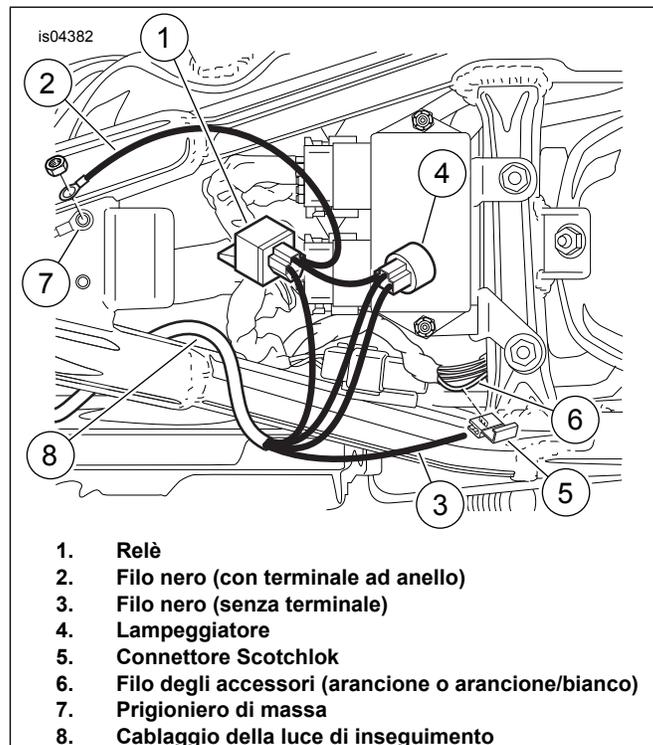
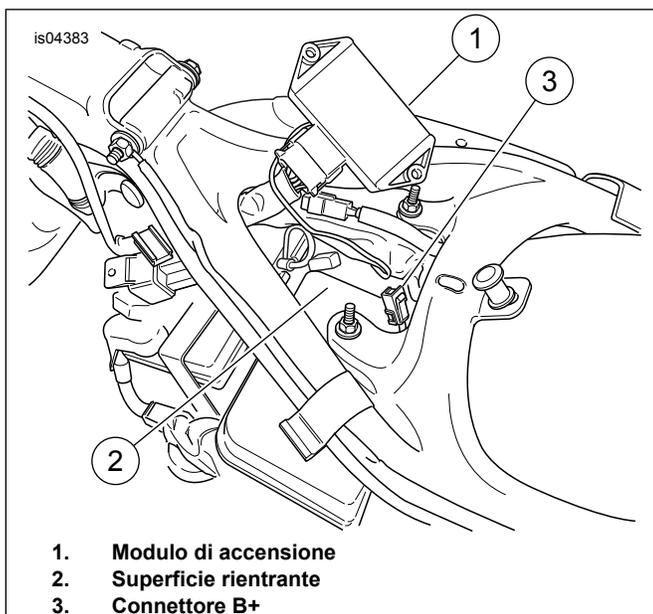
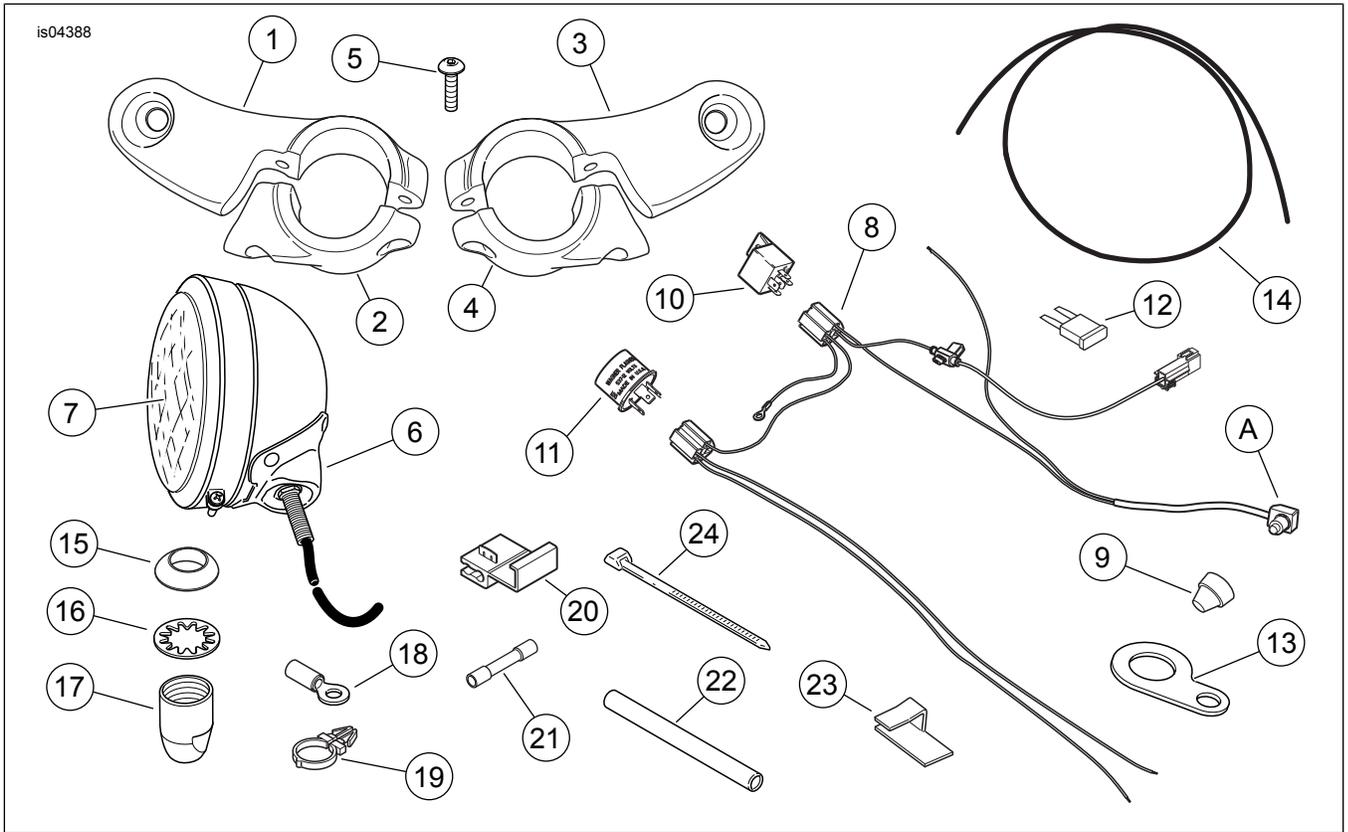

Figura 4. Installazione cablaggio (modelli 2003 e anni precedenti).
Figura 5. Installazione del cablaggio (modelli 2004 ed anni successivi)
Figura 8. Parti di ricambio, Kit luce di inseguimento.
4. Vedere Figura 8. Prelevare dal kit le staffe di montaggio della luce (1 e 3), i morsetti (2 e 4) e le quattro viti a testa bombata (5).
6. Vedere Figura 8. Prelevare dal kit i gruppi della luce di inseguimento (6), i due tubi (14), i blocchi del morsetto (15), le rondelle di sicurezza (16) e i fermi (17).
10. **Modelli 2003 e anni precedenti:** Vedere Figura 4. Installare il cablaggio (8). Porre il relè (1) e il lampeggiatore (4) nell'apertura nel fondo della sella e far passare il tratto più lungo del cablaggio (8) lungo la dorsale del telaio. **Per i modelli 2004 e anni successivi:** Vedere Figura 5. Rimuovere i dadi che fissano il modulo di accensione (1) e riposizionare temporaneamente il modulo come mostrato. Collocare il relè nell'incavo (2) sul serbatoio dell'olio. Installare il modulo di accensione. Passare il tratto lungo del cablaggio lungo il dorsale del telaio.
11. **Modelli 2003 e anni precedenti:** Vedere Figura 4. Tagliare il connettore dal conduttore bianco di alimentazione (6), e sostituirlo con il terminale ad anello (Figura 8, 18) fornito nel kit. Collegare il filo bianco con il terminale ad anello al terminale con il prigioniero di rame (BAT) dell'interruttore automatico generale. **Per i modelli 2004 e anni successivi:** Vedere Figura 5. Collegare la parte maschio sul filo bianco alla parte femmina B+ (3) sul cablaggio del veicolo.
12. **Per TUTTI i modelli:** Vedere Figura 4. Collegare il filo nero di massa con il terminale ad anello (2) al prigioniero di massa (7) sotto la sella, oppure a un qualunque buon punto di massa elettrica. Fissare il cablaggio della luce di inseguimento al cablaggio adiacente utilizzando le fascette fermacavi prelevate dal kit.
14. Vedere Figura 8. Rimuovere la protezione (9) dall'interruttore della luce (A) e installare l'interruttore nella staffa di montaggio (13) prelevata dal kit. Installare la protezione sull'interruttore.
16. Fissare il tratto dell'interruttore del cablaggio della luce di inseguimento al manubrio utilizzando i **nuovi** fermi del cablaggio (Figura 8, 19) secondo necessità. Inserire con uno scatto i fermi nei fori del manubrio.
17. Vedere Figura 4. Far passare il filo nero senza il terminale ad anello (3) in una posizione adeguata al di sotto della sella, quindi unirlo al circuito degli accessori nel cablaggio del veicolo servendosi di un connettore Scotchlok® (Figura 8, 20).